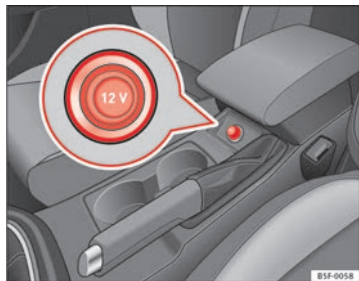

Fig. 75 Consola central: toma de corriente de 12 voltios delantera/trasera
- Extraiga el conector situado en la consola central de la toma de corriente ⇒ fig. 75.